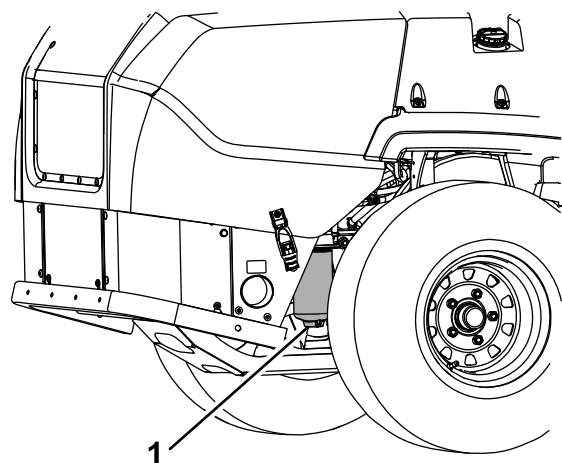

Figure 44
- Desserrez le bouchon de vidange du séparateur d'eau d'un tour environ pour vidanger l'eau et autres contaminants (Figure 44).